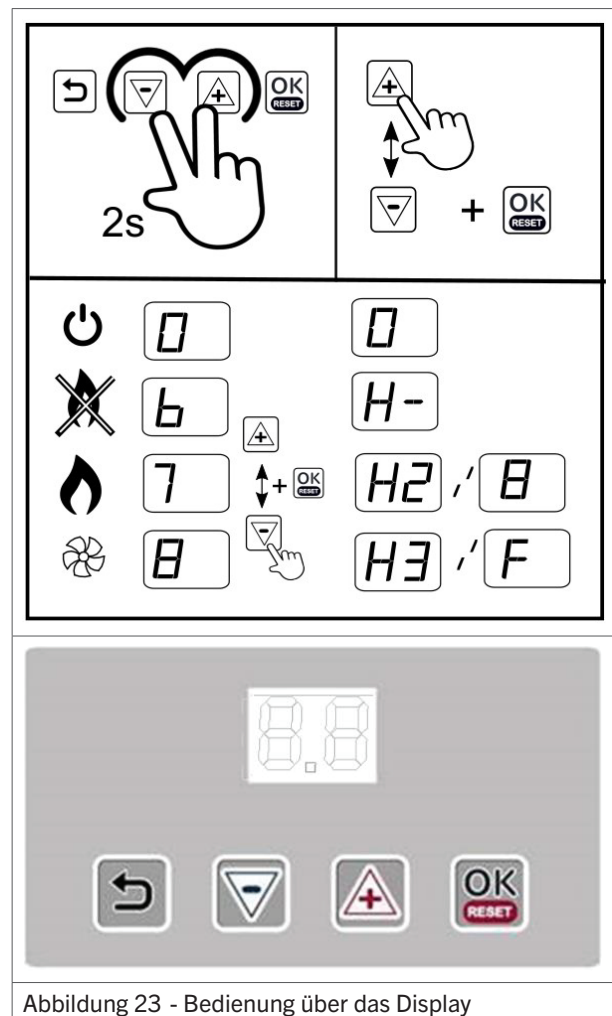

Abbildung 23 - Bedienung über das Display
1. Drücken Sie die Tasten **(+)** und **(-)** gleichzeitig (Abb. 23). (0) erscheint in der Anzeige und blinkt.
2. Einmal die **(+)** Taste drücken. (6) erscheint und blinkt.
1. Drücken Sie die Tasten (+) und (-) gleichzeitig (Abb. 23). (0) erscheint in der Anzeige und blinkt.
1. Tasten (+) und (-). Mit (-) (Abb. 23) gleichzeitig betätigen.
2. Der (-) Taste betätigen bis eine (0) in der Anzeige erscheint.